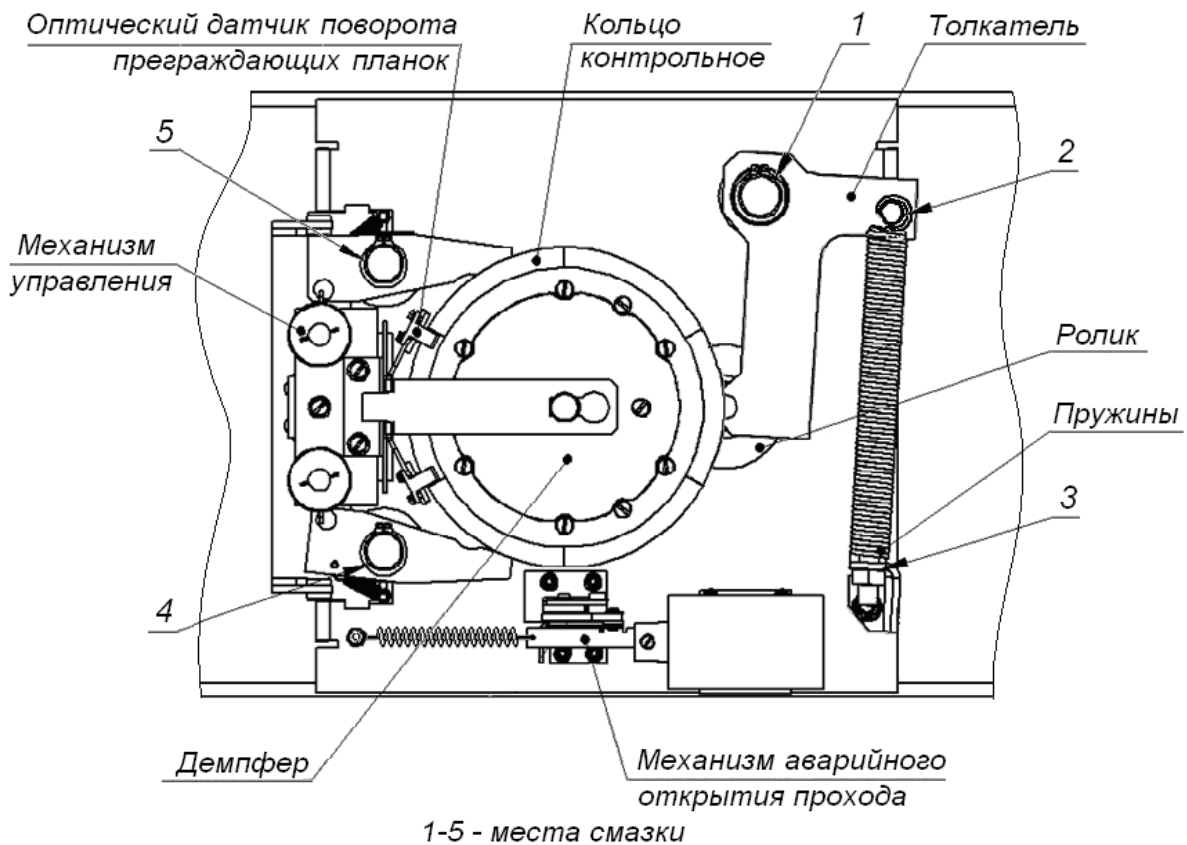

Рисунок 14. Расположение внутренних деталей и узлов стойки ЭП
5. Осмотрите устройство доворота (толкатель, пружины и ролик), оптические датчики поворота преграждающих планок и демпфирующее устройство (см. рис. 14).
- смазкой типа **Chain and Rope Lube Spray - WEICON** оси вращения рычага толкателя (1, рис. 14) ролика и стопоров (4, 5, рис. 14);
- смазкой ШРУС-4 точки крепления пружин доворота (2, 3, рис. 14).
9. Проверьте крепление преграждающих планок (4) в шарнирных узлах турникета и, при необходимости, подтяните крепежные винты.